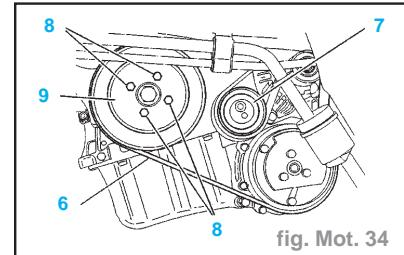

fig. Mot. 34
- les tuyaux de carburant (2)
- le tuyau de dégazage (3)
- le boîtier électronique (4)
- Desserrer la fixation du galet-tendeur (7) (fig. Mot. 34).